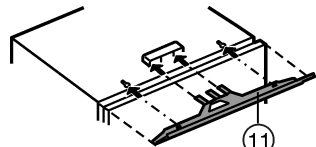

Fig. 9
- ▶ Ausgleichsblende Fig. 9 (11) mittig auf das Gerät montieren: in Stegaufnahme einschieben und in Schlüssellöcher einhaken.